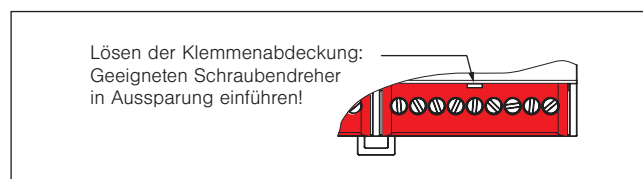

Abb. 2 Lösen der Klemmenabdeckungen (REG-Variante)
- Montieren Sie das Gerät beim Verteilereinbau auf einer symmetrischen Hutschiene (TH 35 nach EN 60715: 2001) durch Aufclipsen. Zur Erleichterung der Anschlussarbeiten können die Klemmenabdeckungen gelöst werden (siehe Abb. 2).